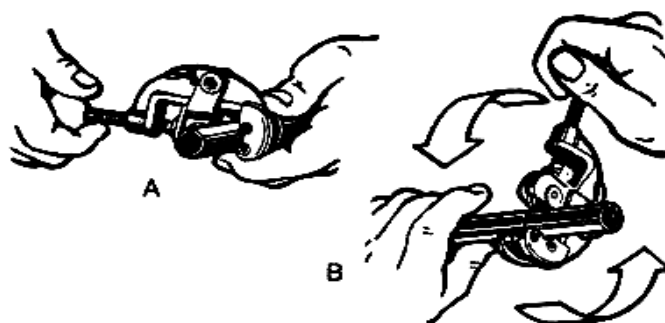

Figure 2
- Le tuyau est inséré entre le couteau et les rouleaux de la serre. A l'endroit désiré le couteau est serré avec la poignée puis le coupe-tube est tourné autour de celui-ci. A chaque tour de l'outil il faut serrer la poignée d'un tour ce qui fait pénétrer le couteau d'avantage. De cette façon après quelques tours, le tuyau est coupé à la longueur désirée, voir figure 2.